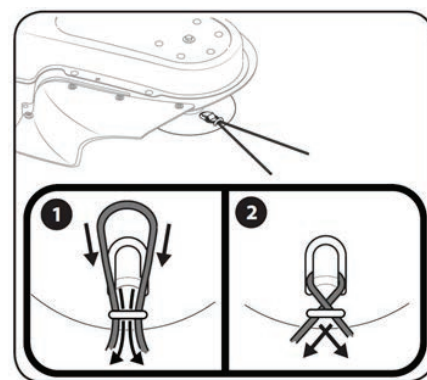

Figure 3-3
4. Croisez les extrémités du fil et tirez fermement sur chacune d'elles pour maintenir le fil de coupe en place. Voir la figure 3-3.